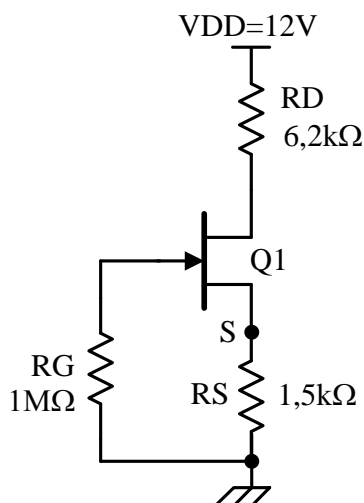

FIGURA 1. Polarización del JFET canal n .
1.1) Determine el punto estático de operación para el circuito de la Figura 1. Para el valor de I_{DSS} y V_p , deben obtenerlo del manual del fabricante según el transistor a utilizar.
2.1) Para el circuito de la Figura 1, mida la tensión en el Drenador (V_D), tensión en la Puerta (V_G) y la tensión en el Surtidor (V_S). Determine el punto estático de operación: la tensión Drenador-Surtidor (V_{DS}) haciendo $V_D - V_S$ de los valores medidos y la corriente de Drenador (I_D) de manera indirecta haciendo $(V_{DD} - V_D)/R_D$; para R_D emplear su valor nominal.
- Determine el punto estático de operación de las mediciones realizadas en la Figura 1 y 2.
- Dibuje la recta de carga estática para el circuito de la Figura 1 sobre la característica de salida dada por el fabricante del transistor utilizado. Ubique en la gráfica anterior el punto estático de operación.
- Tanto para el circuito de la Figura 1 y 2, ubique los puntos de operación sobre la curva de transferencia dadas por el fabricante del transistor utilizado.